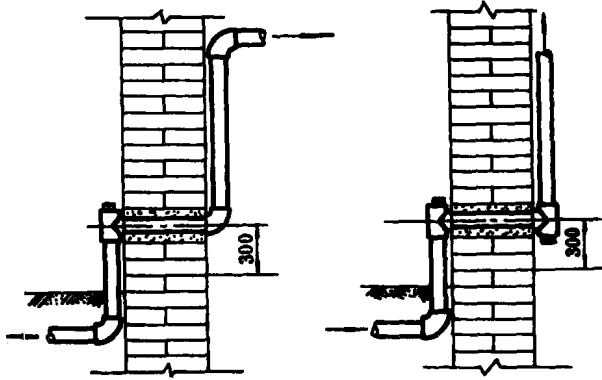

图 3-4-5 矮立管引入方式
(2) 埋地管道及管道支座(墩), 严禁铺设在冻土及未经处理的松土上。应铺在坚实的自然老土上, 若回填土时, 应分层回填夯实。钢管应按设计要求作好防腐层处理。
(3) 引入管应在外墙登高, 成为进户立管, 以矮立管及高立管的形式穿墙进户。不得埋地进入室内。矮立管引入方式见图 3-4-5, 其顶端不准采用弯头, 而应采用三通。